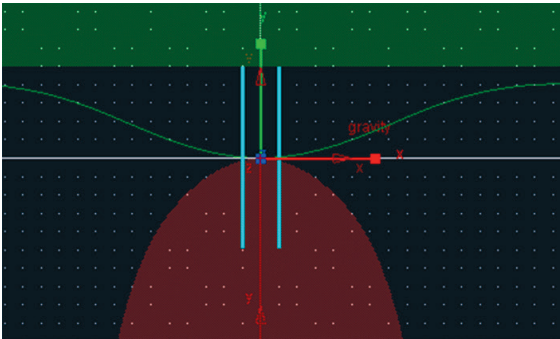

Figura 3.16 – Definição do contato entre came e seguidor.
- O próximo passo é informar onde ocorrerão os contatos. Clique primeiramente na curva da came (*spline* fechada) e em seguida na curva do seguidor (*spline* fechada). O resultado dessa operação pode ser visualizado na Figura 3.16.